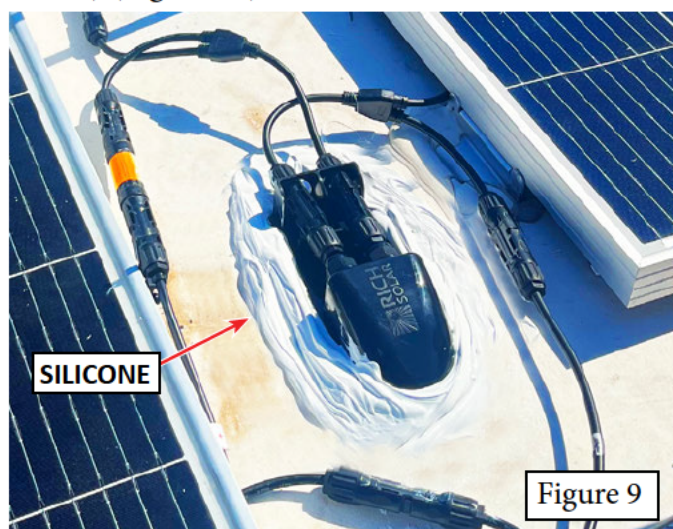

Figure 9
10. Utilisez du silicone autonivelant (N° de pièce 100090) pour étancher le bornier au toit (Figure 9).